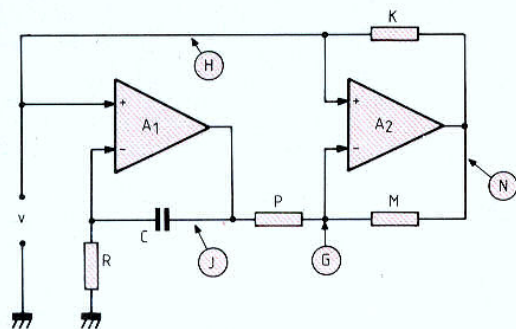

Fig. 16. — Le résistor K a été ajouté entre (N) et (H) ; maintenant le montage se comporte comme un bobinage quasi « parfait » entre (H) et masse.
Relions donc le point (N), sortie de A2 au point (H) (entrée « + » de A1) par un résistor de valeur K, désigné par la lettre K (fig. 16), et nous aurons, du point H vers le point N, un courant  $i$ . Ce courant, nul jusqu'au temps zéro, va, à partir de cet instant, croître proportionnellement au temps, avec la valeur :
On en déduit que le montage de la figure 16 se comporte, à son entrée, comme un bobinage dont le coefficient de self-induction L est :
Donc, si nous associons le montage de la figure 16 à un condensateur C', ayant, par exemple, une capacité de 0,22 μF, en mettant simplement C' entre le point (H) et la masse, nous constituons ainsi un circuit oscillant parallèle dont la période doit être :